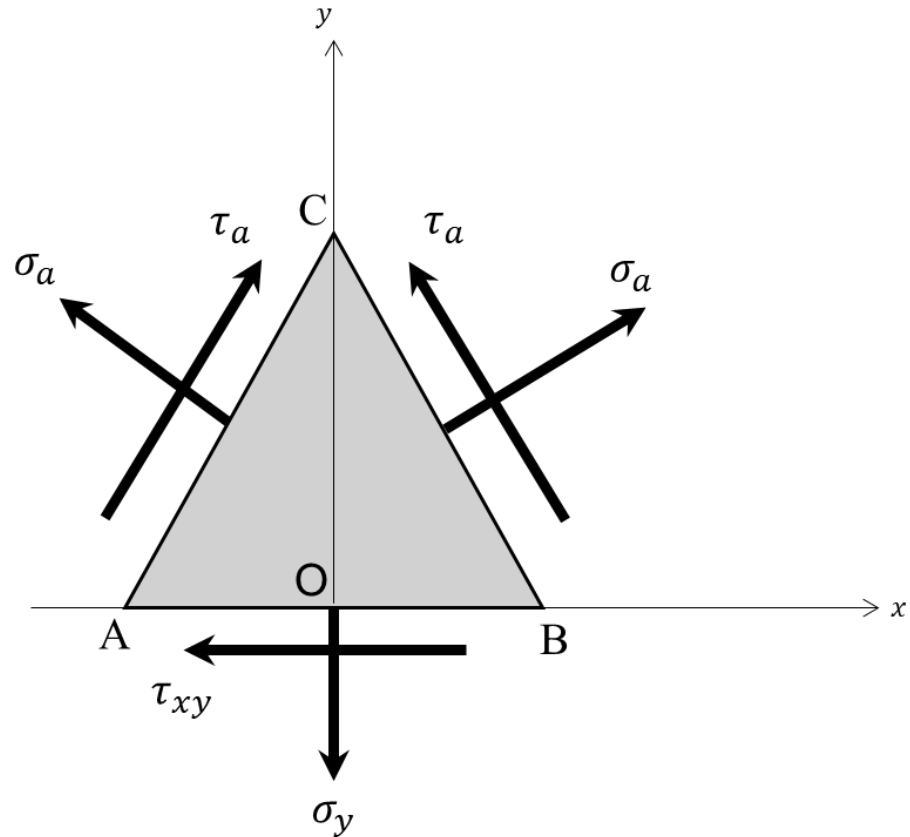

Fig.1 微小弾性体の応力状態
- [1] 板厚が十分に薄い弾性体である正三角形 ABC が，図 1 のような応力状態にある.このとき，以下の問いに答えよ. ただし，正三角形の一辺の長さを a ， z 軸方向厚さを単位長さとする.